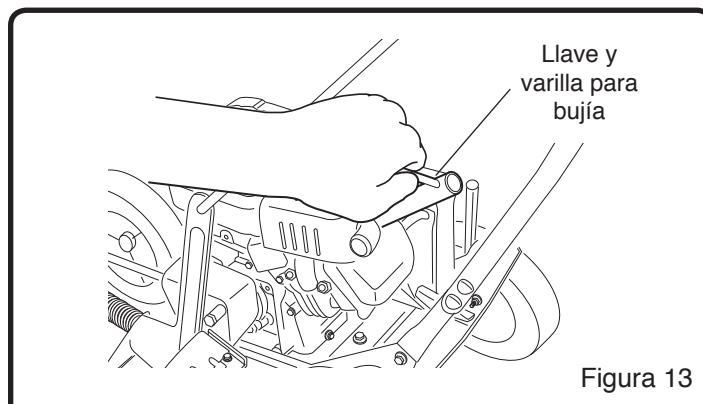

Figura 13
3. Retirar la bujía con la llave y varilla para bujías (incluida con la bordeadora) para retirar la bujía. (Véase la Figura 13)
7. Reinsertar la bujía y apretarla con la llave y varilla para bujías. (Véase la Figura 13)